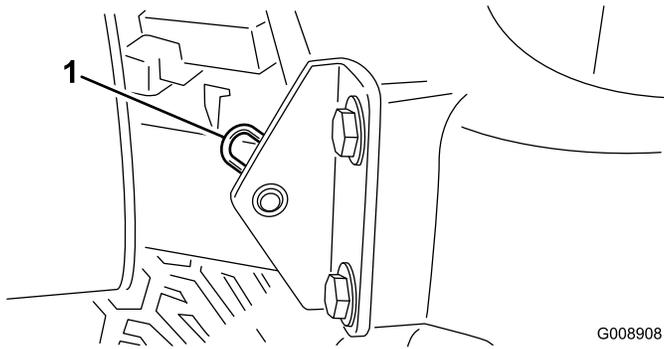

図 49
2. フードのピボット部をブラケットに固定しているコッターピンを抜き取る 図 49。